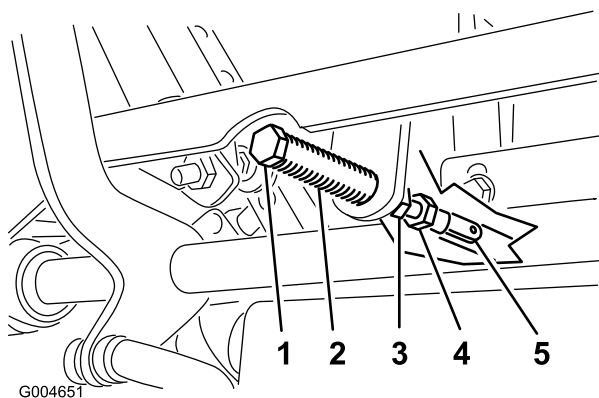

図 54
5. クレビスピンピボットシャフトの上のアームについているがスロットの端部に接触するスプリングに圧力が掛かり始める位置まで、図 54のようにレバーを手前に引く。
7. 調整が必要な場合は、ジャムナットをゆるめて調整ナットをヨーク側に移動できるようにする 図 54。
8. コントロールレバーを軽く手前後退側に引きながら、調整ボルトを回して、コントロールレバーがちょうどニュートラルロック位置にくるように調整する 図 54。
9. ナットとジャムナット 図 54 を締め付ける。
10. ボールジョイント部でジャムナット(図 54)を締めつける。